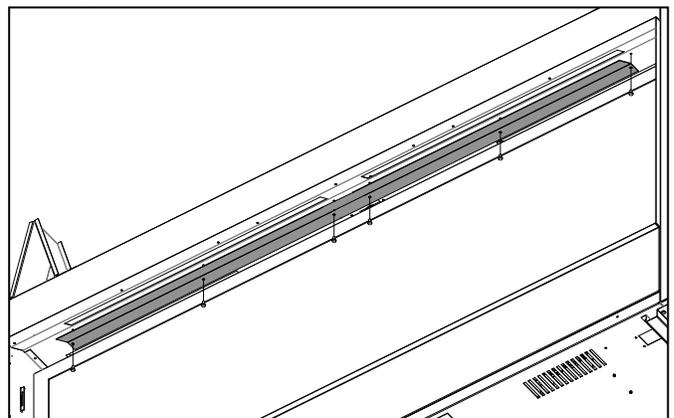

Figure 21 Suppression de la couverture CSS
3. Il y a un couvercle CSS sur le dessus intérieur de l'armoire qui doit être retiré. Il est fixé à l'aide de vis #8 T20. Retirez ces vis et retirez le couvercle (voir Figure 21).